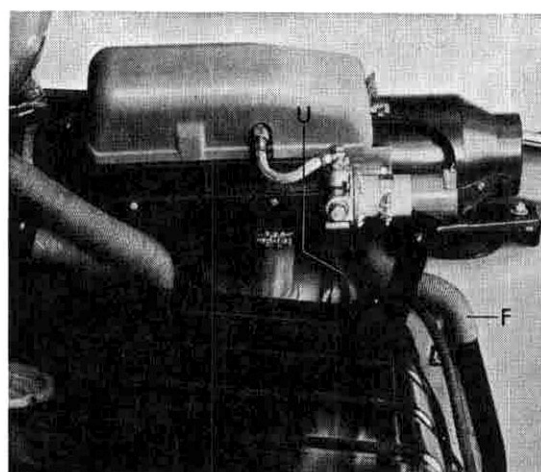

Bild 16
- 23 – Überlaufschlauch auf das Überlaufrohr stecken (siehe Bild 16). (Beachte den Hinweis F 4.20/2–1.)
- 24 – Flexschlauch fest über den Verbrennungsluft-Ansaugstutzen stecken (siehe Bild 16).